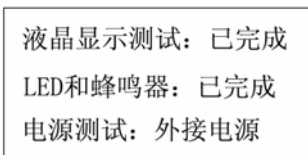

图 4-23
(3) 进入系统检测接口可以进行液晶显示测试、LED 和蜂鸣器测试、电源测试。如图 4-23